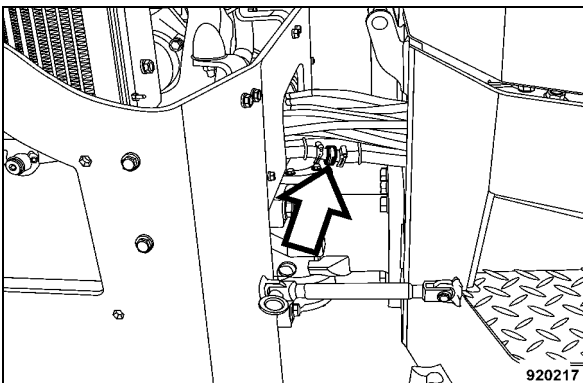

Fig. 187
- Ouvrir la vanne du tuyau (Fig. 187) et laisser écouler l'eau.